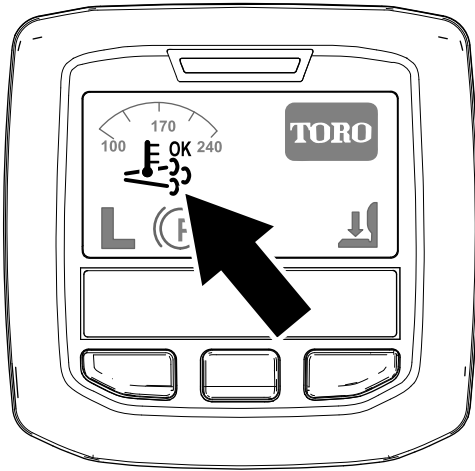

Bild 33
- Das Symbol für die unterstützte bzw. Zurücksetzen-Regenerierung im InfoCenter angezeigt (Bild 33).